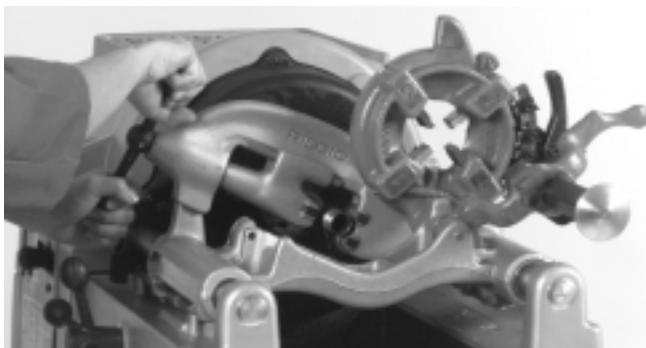

Figura 6 – Corte de un tubo con la Cortadora No. 820
3. Apriete el mango del tornillo de alimentación de la cortadora sobre el tubo manteniendo la rueda aliñada con el tubo. (*Figura 6*)